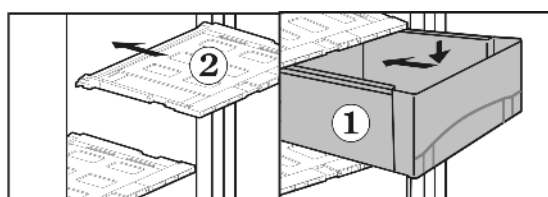

Рис. 20
▶ Вставьте крышку ящика Рис. 20 (2): вставьте переключку крышки ящика снизу в нижние держатели и зафиксируйте их спереди.
▶ Поставьте ящик Рис. 20 (1) на направляющие и вставляйте до тех пор, пока ящик не зайдет в зацепление.